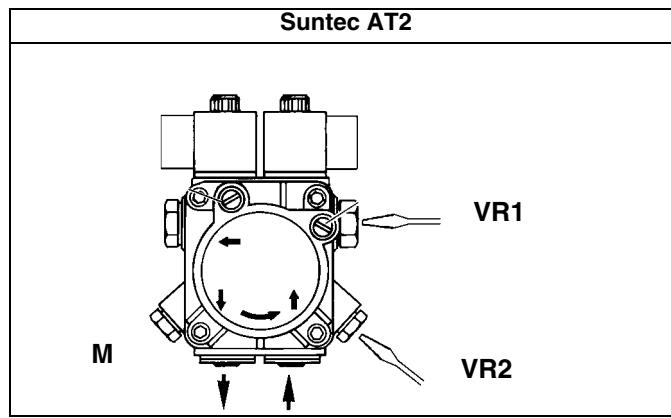

Рис. 17
- 3 во время предварительной продувки выпустить воздух со штуцера (**M**) манометра насоса (Рис. 17), расслабив слегка заглушку, но не снимая ее; затем освободить контактор.
- 4 опять же на фазе предварительной продувки, настроить давление насоса, с помощью винта **VR1** (Рис. 17), на основании требуемого расхода в режиме малого пламени (например 9-10 бар), не опускаясь ниже 8 бар;
- 5 после фазы розжига вывести горелку в режим большого пламени с помощью термостата **TAB**; подается команда на работу второй ступени (большое пламя); отрегулировать давление насоса, с помощью винта **VR2** (Рис. 17), на основании требуемого расхода на большом пламени (например 24-25 бар), не превышая значения 25 бар.